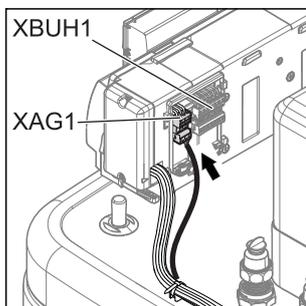
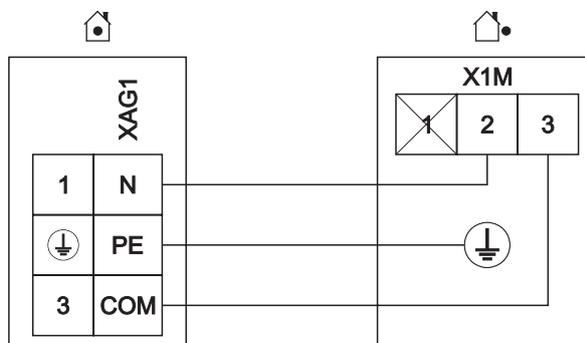

Fig. 4-28 Crear las conexiones eléctricas de la parte trasera del aparato (véase la sección 4.5.1).
Fig. 4-30 Conexión del aparato exterior de bomba de calor
- Conectar el aparato exterior de la bomba de calor en la regleta de bornes XAG1 (véase fig. 4-28, fig. 4-30).